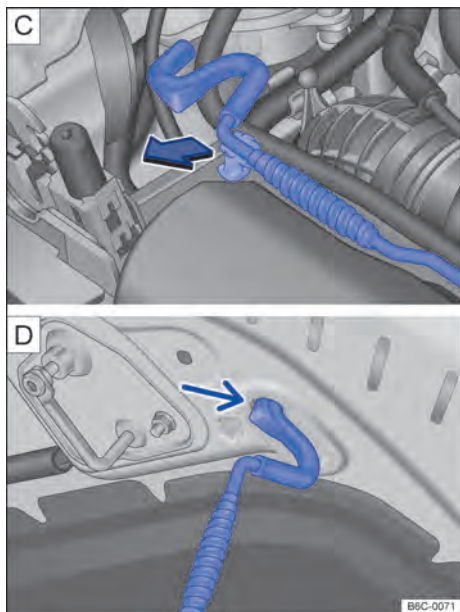

Fig. 181 [C] Haste de sustentação da tampa do compartimento do motor. [D] Tampa do compartimento do motor apoiada na haste de sustentação.
- Retirar a haste de sustentação do suporte no sentido da seta → Fig. 181 [C] e posicionar a na abertura na tampa do compartimento do motor → Fig. 181 [D].
- Retirar a haste de sustentação do furo → Fig. 181 [D] e encaixá-la no suporte do fecho → Fig. 181 [C].